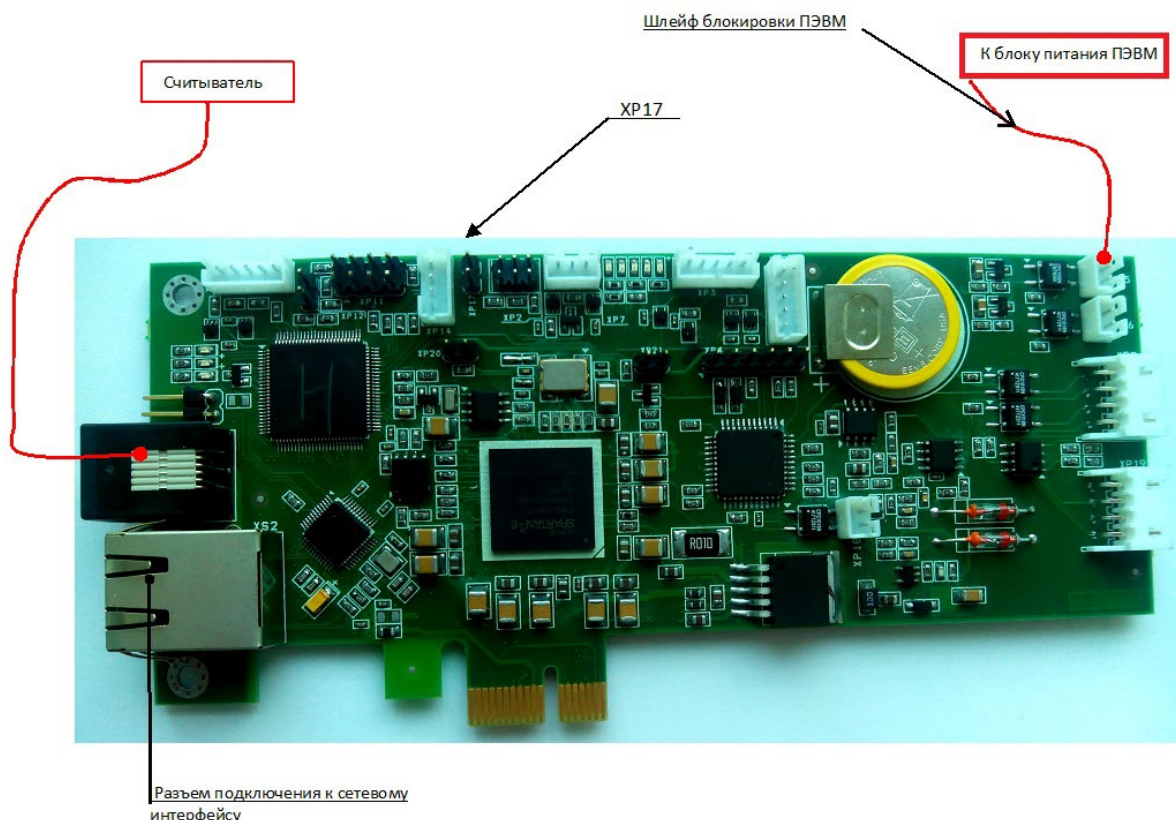

Рисунок 61 – Плата МИИКС
- присоединить двухштырьковый соединитель шлейфа блокировки ПЭВМ к контактам на плате МИиКДС (Рисунок 61);
Закрыть корпус системного блока и подключить считыватель - контактное устройство RDS-13, с помощью шлейфа, входящего в его состав, к разъему на плате МИИКС (Рисунок 61).
- подключить разъем сетевого кабеля к разъему внешнего интерфейса (разъем подключения сетевого интерфейса) (Рисунок 61) на плате МИиКДС (локальная сеть для обслуживания АГ с установленными изделиями, связывающая все платы МИиКДС);